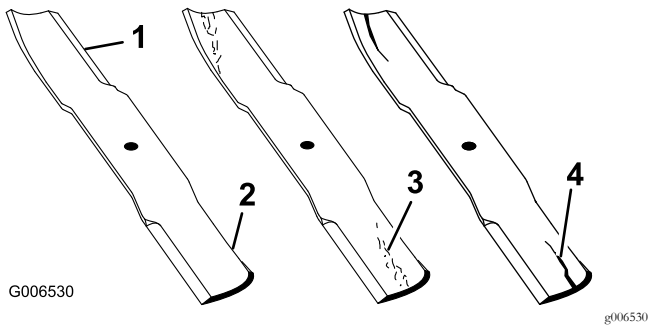

Figure 45
1. Examinez le tranchant des lames (Figure 45).
4. Remplacez immédiatement toute lame fendue, usée ou qui présente une entaille (Figure 45).